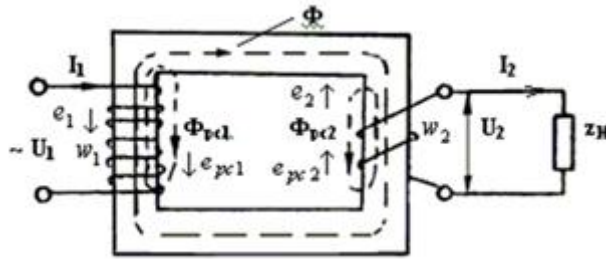

Рис. 6
**Вопрос 13.** Чему равен коэффициент трансформации  $n$  однофазного трансформатора на рис. 6?